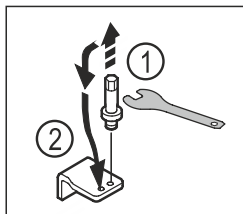

Fig. 22
- ▶ Skru ut boltene til den nedre lagerbukken med utvendig sekskantnøkkel SW5. Fig. 22 (1)
- ▶ Sett inn boltene på motsatt side. Fig. 22 (2)